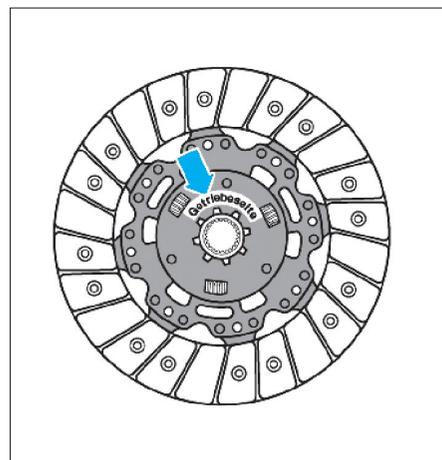
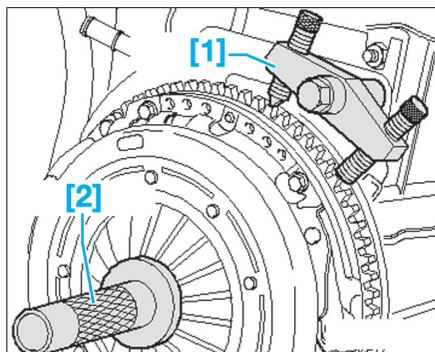

Fig. 3
Fig. 4
Sens de montage : inscription "Getriebeseite" dirigée vers la boîte de vitesses (Fig.3).
- [1]. Outil de blocage du volant moteur (ref. T20176) (Fig.4).
- [2]. Mandrin de centrage d'embrayage (ref. T10050) (Fig.4).
- Immobiliser en rotation le volant moteur à l'aide d'un outil de blocage approprié [1] (Fig.4).
- Positionner le disque sur le volant moteur en orientant le marquage "Getriebeseite" côté boîte de vitesses (Fig.3) ou le déport le plus grand du moyeu vers le mécanisme et le centrer à l'aide d'un mandrin de centrage approprié [2] (Fig.4).